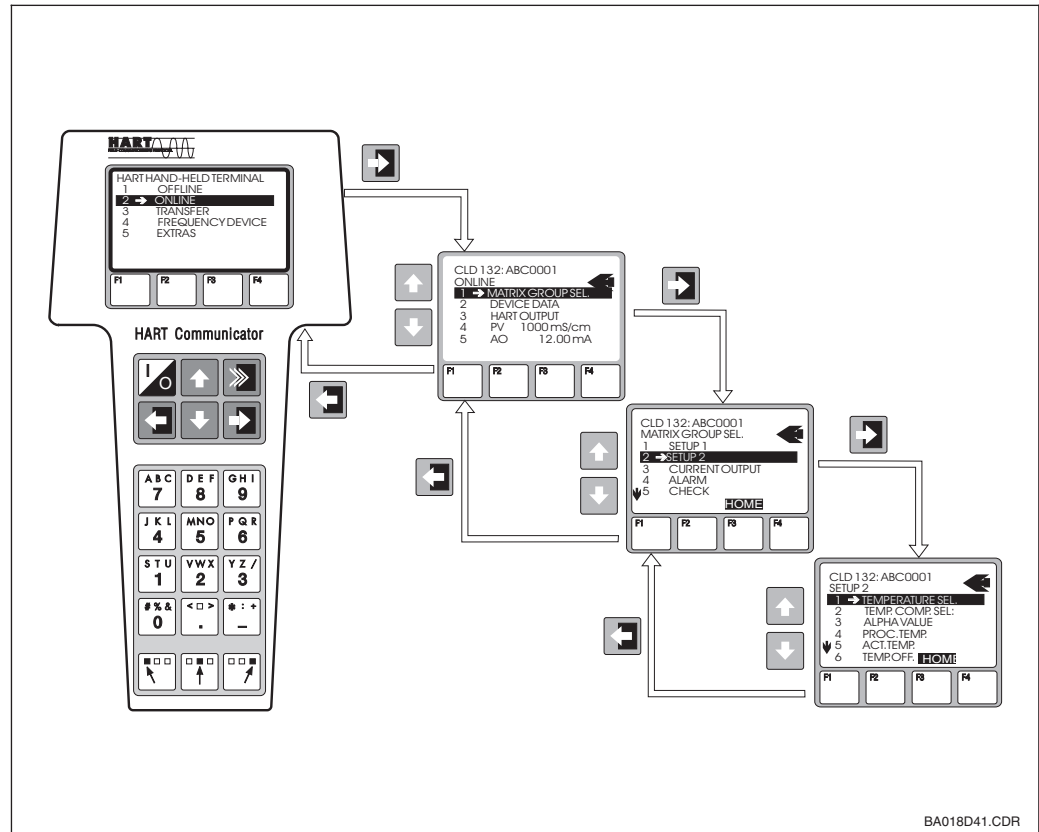

Fig. 5.1 Funzionamento del terminale portatile DXR 275
- Il programma salta direttamente al livello menu "Online". Il livello menu "Online" si usa per visualizzare i dati misurati attualmente, come il valore pH, la conduttività, la temperatura ecc. e consente anche di accedere alla matrice operativa sulla linea "selezione gruppo matrice" (Fig. 5.1). Tutti i gruppi di funzioni e le funzioni accessibili attraverso HART® sono visualizzate in questa matrice e organizzate in modo sistematico.